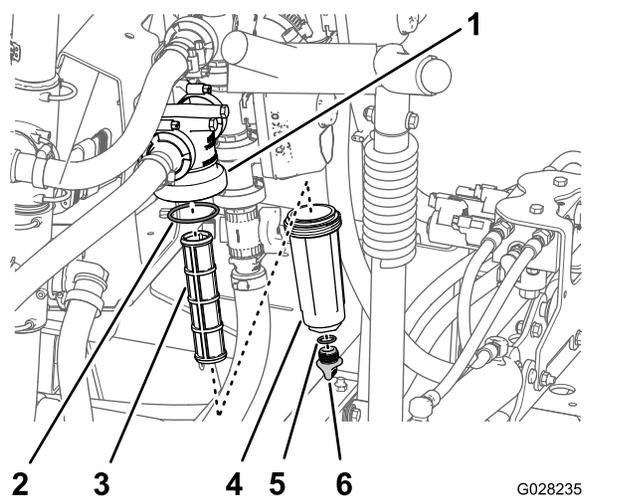

Figura 94
2. Allineate una bacinella di spurgo sotto il filtro della pressione (Figura 94).
3. Ruotate il tappo di spurgo in senso antiorario e rimuovetelo dal pozzetto del filtro della pressione (Figura 94).
4. Ruotate il pozzetto in senso antiorario e rimuovetelo dalla relativa testa del filtro (Figura 94).
5. Rimuovete l'elemento del filtro della pressione usato (Figura 94).
6. Controllate l'O-ring del tappo di spurgo (situato all'interno del pozzetto) e l'O-ring del pozzetto (situato all'interno della testa del filtro) per escludere danni e usura (Figura 94).
7. Montate il nuovo elemento del filtro della pressione nella testa del filtro (Figura 94).
8. Montate il pozzetto sulla testa del filtro e serrate il pozzetto manualmente (Figura 94).
9. Montate il tappo sul pozzetto e serrate il tappo manualmente (Figura 94).